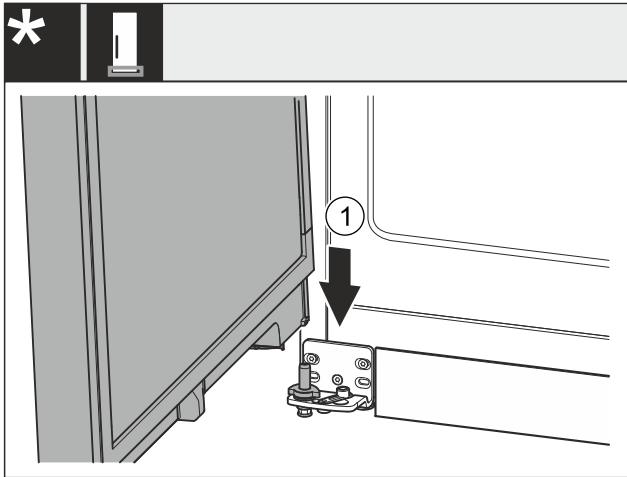

Fig. 43 *
- ▶ Coloque la puerta en el perno del cojinete Fig. 43 (1) inferior desde arriba.*